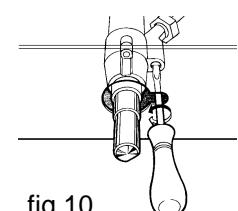

fig.10
- quite la perilla y accione el tornillo de regulación ubicado a la derecha de la llave (fig.10) hasta obtener una pequeña llama regular utilizando un destornillador (aflojando el tornillo el mínimo aumenta, ajustándolo disminuye).